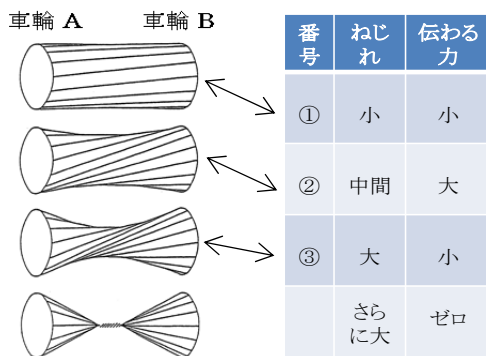
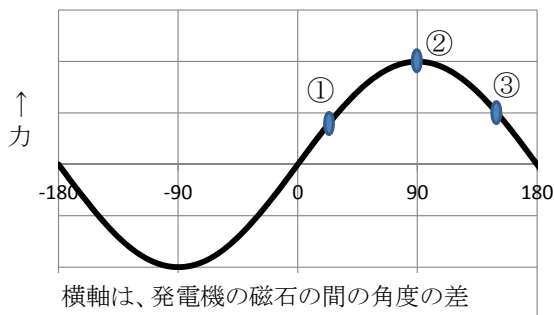

図 49 車輪 A と車輪 B 間のねじれと伝わる力の関係
図 50 発電機の間伝わる力
自転車 A と B にそれぞれ人が乗ってペダルを漕ぐと、自転車 A の人が漕ぐ力は、車輪 A が車輪 B に対して少しねじれることで伝わります。このねじれと伝わる力の関係は図 49 のように、ねじれがあるところまでは、ねじれが大きくなるにつれて大きくなります。しかし、ねじれの大きさがあるところを超えると、伝わる力は段々と小さくなり、最後はほとんど伝わらなくなってしまいます。
実際に発電機の間働く力は、これより少し複雑で、2台の発電機の磁石(図41)の間の角度の差が変わると、図50のように変化します。図50には、図49のねじれの大きさに対応した大まかな場所を、番号①、②、③として示しています。
図49の発電機の間伝わる力の関係は、図42(b)の交流の波の形と同じです。実は、ゴム紐のねじれと伝わる力の関係は、角度が0度から180度までの間でも、発電機の場合よりもさらに複雑になっていますが、あるところまでのねじれまでは、ねじれるほど伝わる力が大きくなり、それよりもねじれが大きくなると伝わる力が小さくなるという性質は同じです。発電機間の場合、電気だから、この関係が比較的きれいな形になっているとも言えます⁶⁷。
⁶⁷ ゴム紐のねじれと力の関係は、図50より複雑です。ここでは、大体の対応関係を示しています。また、ゴム紐のねじれが大きくなりすぎると力は伝わらなくなりますが、発電機間では、図50のように反発の力が働きます。もう少し厳密に書きますと、力は $\sin \theta$ と正弦波関数で表現されますので、 $360 \times n + 180 < \theta < 360 \times (n+1)$ (n は整数)の間は反発力が働きます。
発電機の間には伝わる力は、図 50 のようにあるところ(90度)で最大になります。この力をさらに大きくするにはどうしたらよいでしょうか？ それには四つの方法があります。